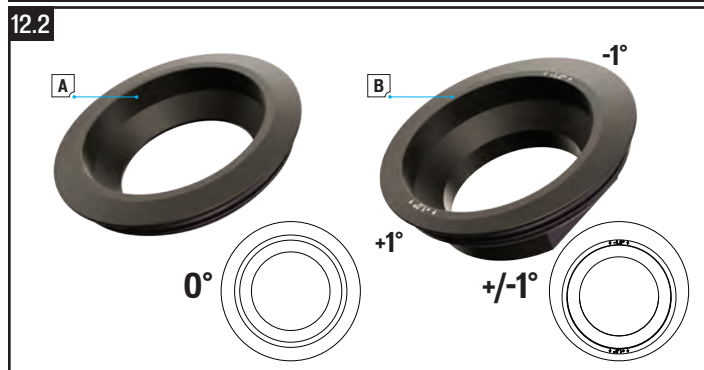

Fig. 12.2
- Lossa styrstammens bultar som fäster den på gaffelstyrret (A).
- Lossa och ta bort top cap-bulten (B).
- Ta bort styrstammen (C) från gaffelstyrret (D) och ta bort gaffeln från ramen (E).
- Välj styrlagerkopp och position (fig. 12.2) för förarens önskade geometri.